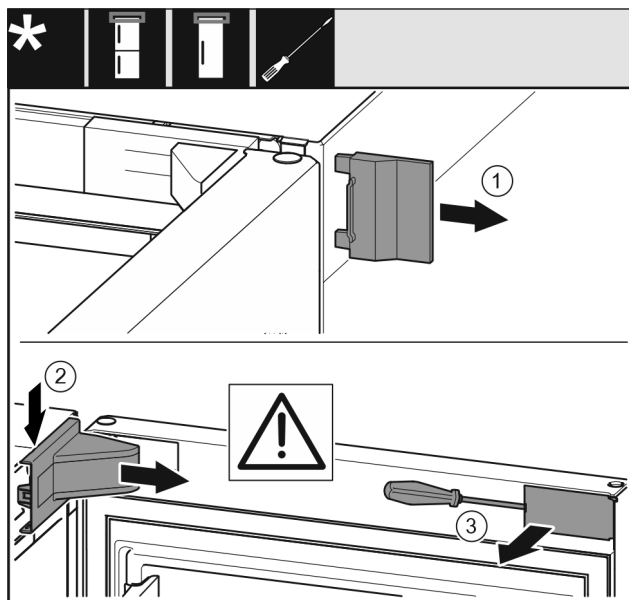

Fig. 9
- ▶ Retirar la cubierta exterior. Fig. 9 (1)
- ▶ Desengajar y soltar la cubierta del soporte de apoyo. Retirar la cubierta del soporte de apoyo. Fig. 9 (2)
- ▶ Desengajar el panel con el destornillador para tornillos de cabeza ranurada y moverlo a un costado. Fig. 9 (3)